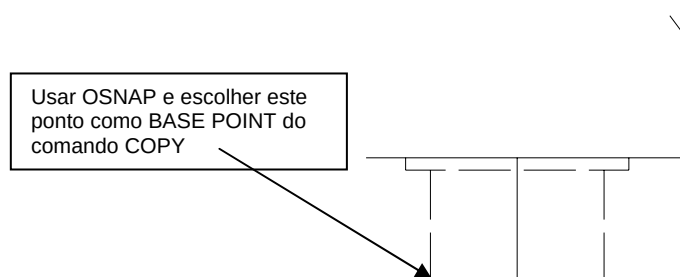

Figura 4.18 – Utilização do comando COPY para fazer o segundo furo da base.
39. Selecione apenas as linhas do furo e mude seu layer para o layer **não visíveis**. Use o comando LTSCALE para aprimorar o traçado da linha (passo 12, item 4.1).
40. Copie o furo desenhado na base utilizando o comando COPY. Para isso, após entrar no comando, deve-se selecionar as linhas tracejadas que fazem parte do furo a ser copiado (figura 4.18). Utilize como BASE POINT o ponto indicado na figura 4.18. Como segundo ponto de deslocamento do comando COPY digite @-60,0 (essa coordenada faz com que os furos fiquem espaçados a 46 unidades de desenho conforme indica a peça cotada no início do exercício).